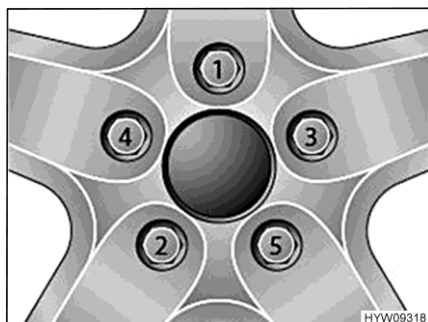

Bild 150 Dra fast hjulmuttrarna eller hjulbultarna korsvis
- Dra fast hjulmuttrarna eller hjulbultarna i den ordning som anges i Bild 150. Använd en momentnyckel och observera det angivna åtdragningsmomentet (se avsnitt 13.7.2).
- Kontrollera regelbundet att hjulmuttrarna eller hjulbultarna är ordentligt åtdragna. Om du har bytt däck ska hjulmuttrarna eller hjulbultarna dras åt efter 5 mils körning. Följ den ordning som anges i Bild 150.
- Då nya eller nylackerade fälgar används bör hjulmuttrarna eller hjulbultarna dras åt efter ca 100 till 500 mil. Följ den ordning som anges i Bild 150.
- ▷ Dra åt hjulmuttrarna eller hjulbultarna korsvis (Bild 150).